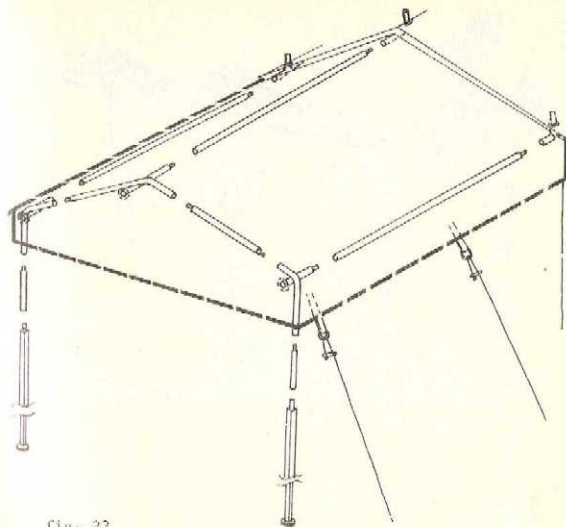

fig. 23
15. Arme ahora la estructura de la galería con los tubos y nudos Nros. 17, 18, 19 y 20 restantes, insertándolos en los extremos de los mástiles que asoman al frente, sobre la puerta (fig.23).